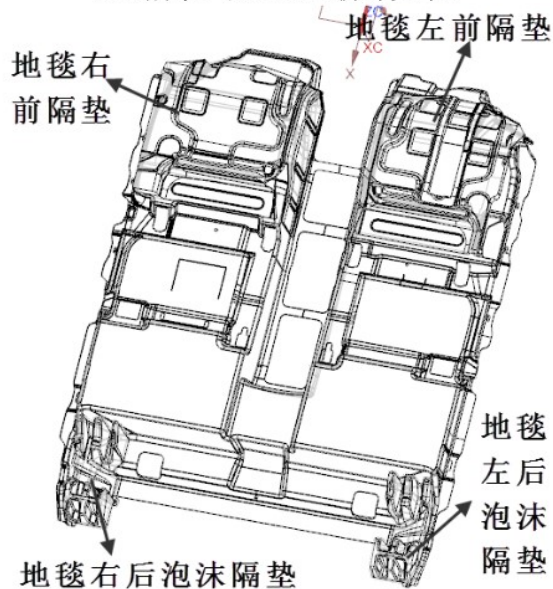

图 5.3 地毯隔垫等示意图
- d. 取出地毯前后隔垫，具体结构如图 5.3 所示，至此地毯拆卸完毕。